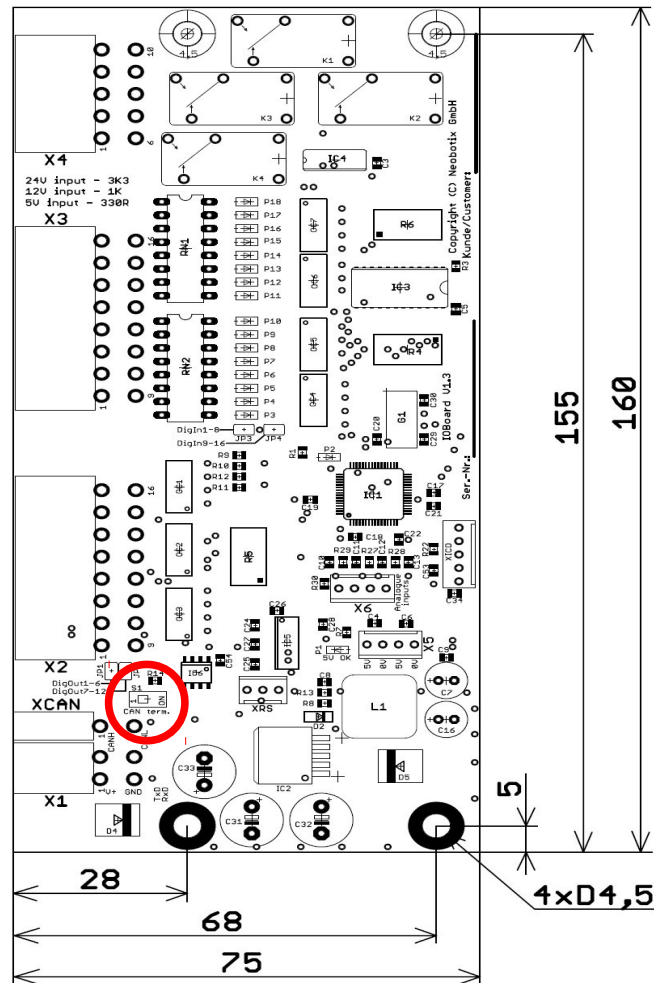

Abb. 1: Abmessungen des IOBoards und Schalter für CAN-Abschlusswiderstand
**Achten Sie auf korrekte Vorwiderstände! Siehe Abbildung 1 auf Seite 7.**